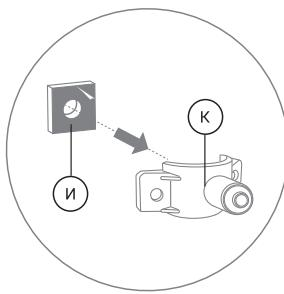

Рис. 10
3. Снимите с уплотнительной прокладки (И) защитную пленку. Приклейте прокладку с внутренней стороны хомута (К), одновременно совмещая отверстие в прокладке с отверстием в штуцере хомута (рис. 10).